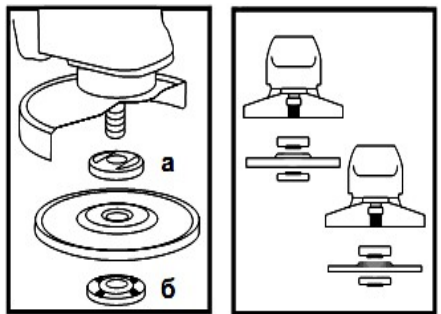

Рисунок 2
4.4 Встановіть на виріб шліфувальний або відрізний круг. Для цього натисніть на кнопку фіксації шпинделя (1) і поверніть шпиндель до такого положення, при якому він зафіксується. За допомогою фланцевого ключа з комплекту виробу відверніть і зніміть затискну гайку (б) (дивіться рисунок 2). Встановіть шліфувальний диск на посадкове місце фланцевої шайби (а) (рисунок 2), наживив рукою затискну гайку на шпиндель і затягніть її ключем з комплекту виробу. Відпустіть кнопку фіксації шпинделя і переконайтеся в тому, що кнопка звільнена, через дво- або триразове натискання. Проверніть диск і переконайтеся, що шпиндель розблокований.